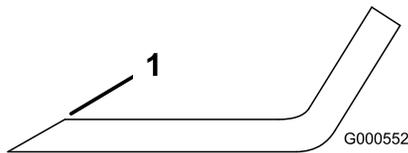

Figura 64
- Utilice una lima para afilar el filo de corte en ambos extremos de la cuchilla (Figura 64).
Nota: Si la cuchilla no está equilibrada, rebaje algo el metal en la parte de la vela solamente con una lima (Figura 64).